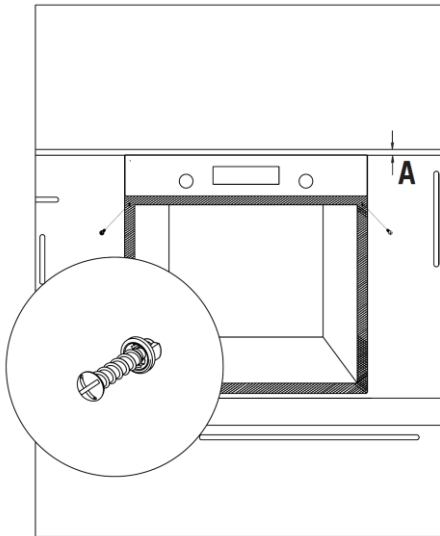

Figura 5
Después de montar el horno, el espacio entre la parte superior del frontal del horno e inferior de la encimera se indica en la **Figura 5** con la letra "A". Este espacio es para la refrigeración y no se debe tapar o cubrir.
- Para fijar el horno al mueble utilice los tornillos suministrados. Los tornillos deben colocarse tal y como se indica en la **Figura 5**, pasándolos a través de los soportes de plástico fijados en el marco del horno. No apriete los tornillos en exceso ya que podría dañar los soportes de plástico.